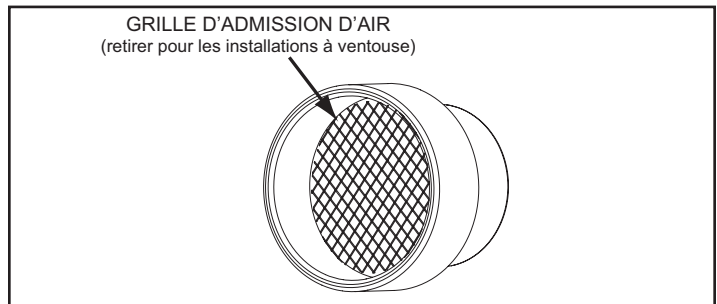

Figure 17. Grille d'admission d'air
12. S'assurer que la grille d'admission d'air sur le connecteur d'admission d'air est retirée avant de raccorder le tuyau d'admission d'air au chauffe-eau. Voir *Figure 17*.